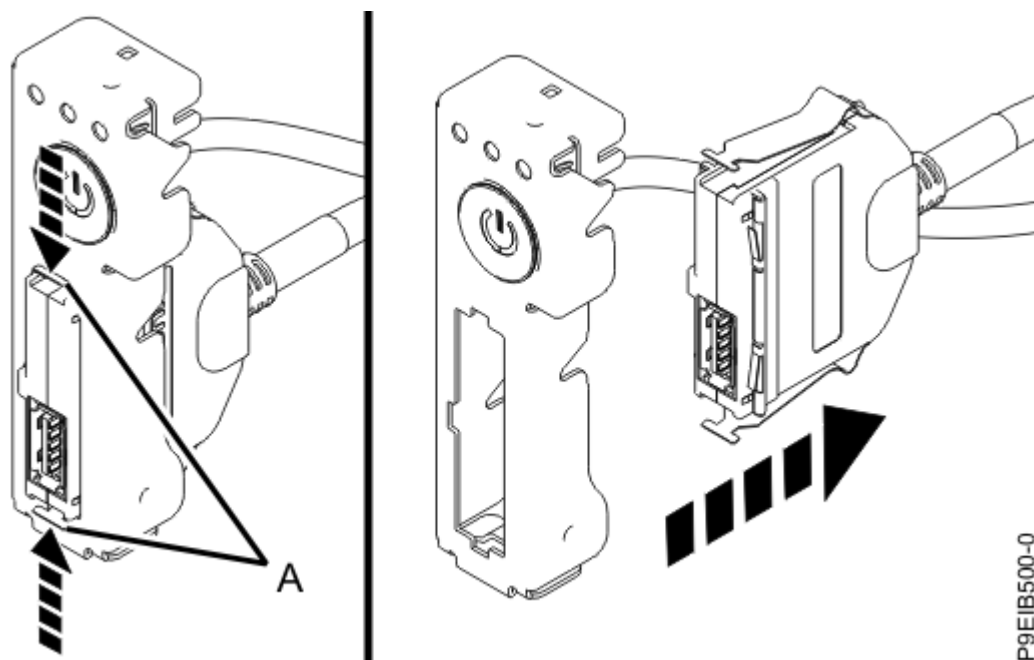

図 104. 電源スイッチからの USB ケーブルおよびコネクタの取り外し
10. コネクタのラッチ・リリース **(A)** を押して、電源スイッチから USB ケーブルおよびコネクタを切り離します (127 ページの図 104 を参照)。